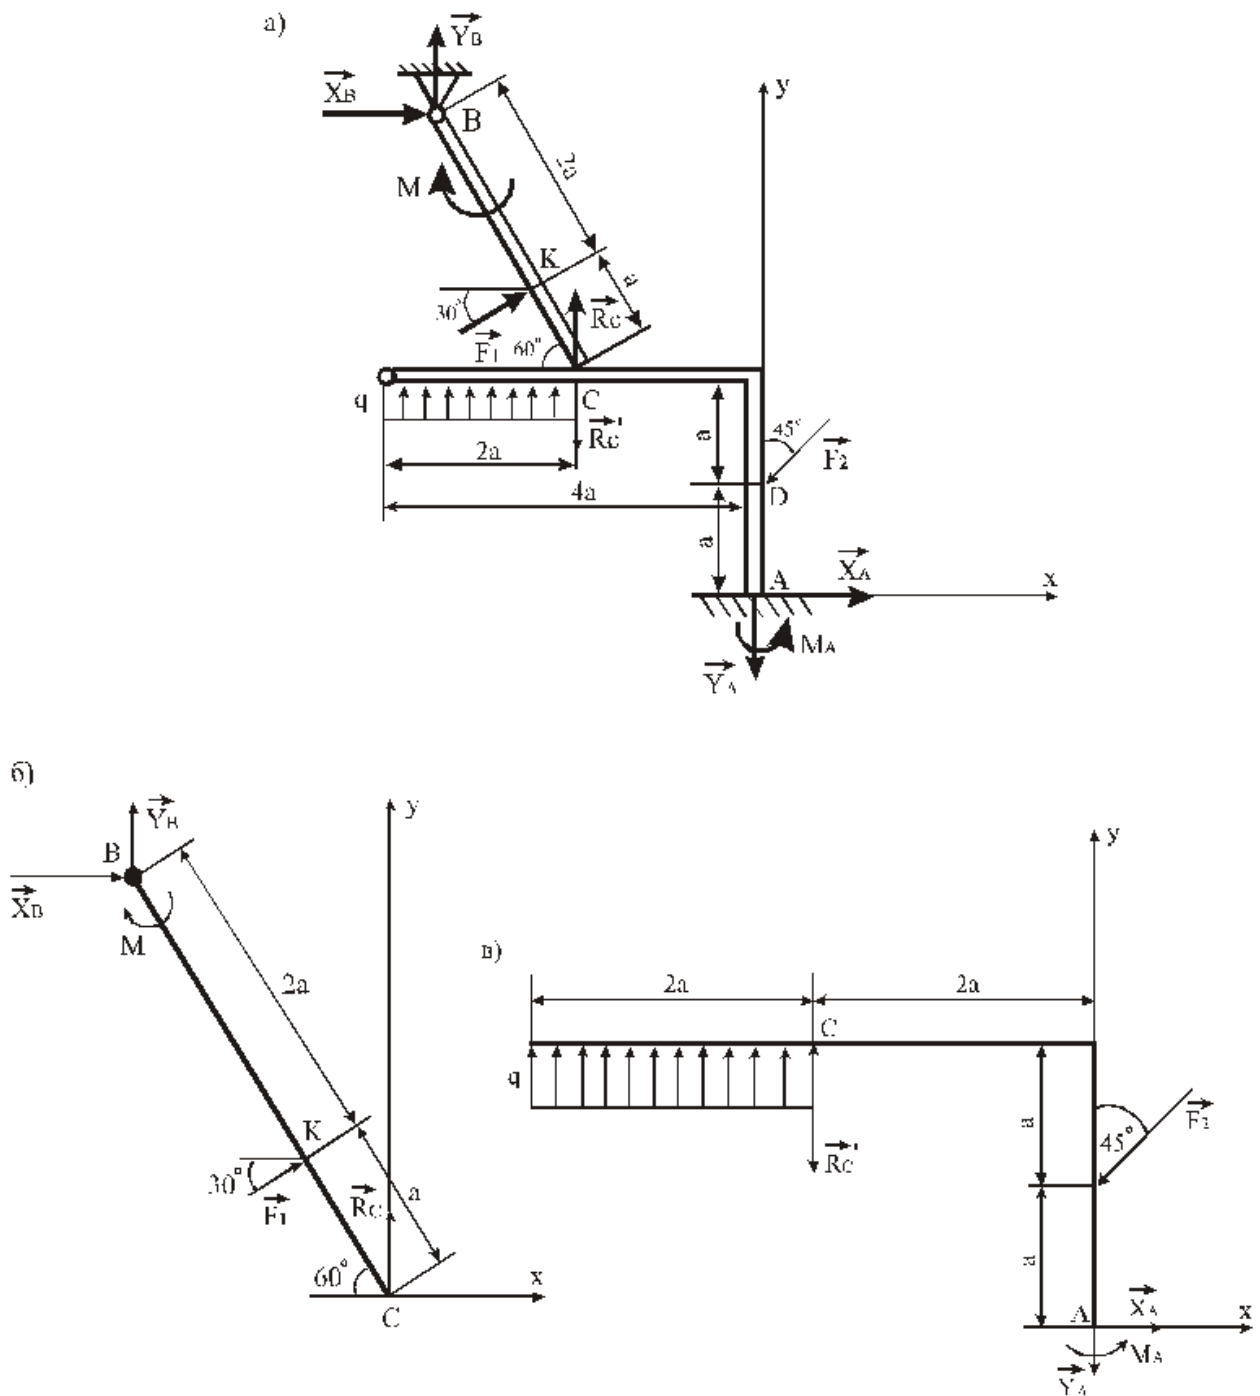

Рис.21
Пример 9. Конструкция (рис. 21) состоит из жесткого угольника и стержня, которые в точке С свободно опираются друг о друга. Внешними связями, наложенными на конструкцию, являются: в точке А – жесткая заделка, в точке В – шарнир. На конструкцию действуют: пара сил с моментом $M = 80$ кН·м, равномерно распределенная нагрузка интенсивности $q = 10$ кН/м и силы: $F_1 = 15$ кН и $F_2 = 25$ кН. При определении размеров конструкции принять $a = 0,35$ м. Определить реакции связей в точках А, В и С.
2. Выбираем систему координат ХАУ (см. рис. 21).
1. Задачу решаем способом расчленения. Рассмотрим сначала равновесие стержня BC (рис. 21, б). На стержень действуют реакции связей \vec{X}_B , \vec{Y}_B , \vec{R}_C , сила \vec{F}_1 и момент \vec{M} . Для полученной плоской системы сил можно
Теперь рассмотрим равновесие угольника СА (рис. 21, в). На угольник действуют: реакции связей $\vec{X}_A, \vec{Y}_A, \vec{M}_A, \vec{R}'_C$, сила \vec{F}_2 и распределенная нагрузка q . Заметим, что $R'_C = R_c = 132,38$ кН. Для данной плоской системы сил можно составить три уравнения равновесия, при этом сумму моментов сил будем считать относительно точки С:
А теперь для наглядного доказательства того, какое значение имеет правильный выбор точки, относительно которой составляется уравнение моментов, найдем сумму моментов всех сил относительно точки А (рис. 21, в):